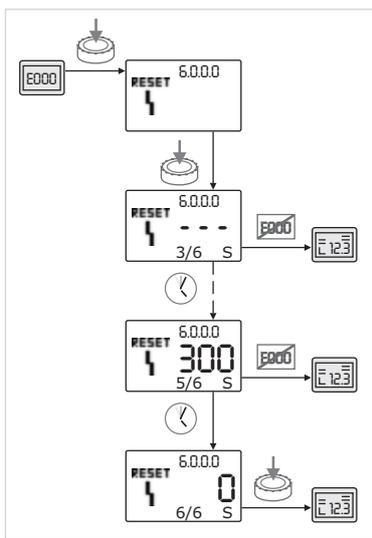

Fig. 62: Conferma del tipo di errore C
- Se si verificano errori del tipo C, per confermarli procedere come segue (fig. 62):